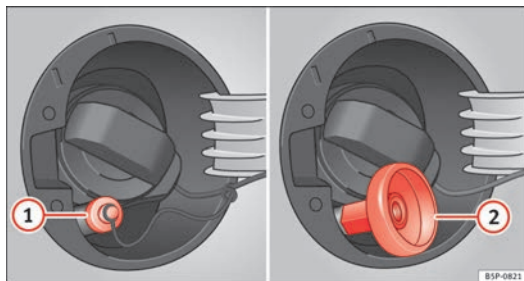

Abb. 153 Geöffnete Tankklappe mit Autogas-Einfüllstutzen und Adapter.
- Öffnen Sie den Gas-Einfüllstutzen ⇒ Abb. 153 ①.
- Schrauben Sie den entsprechenden Adapter ② auf den Autogas-Einfüllstutzen.